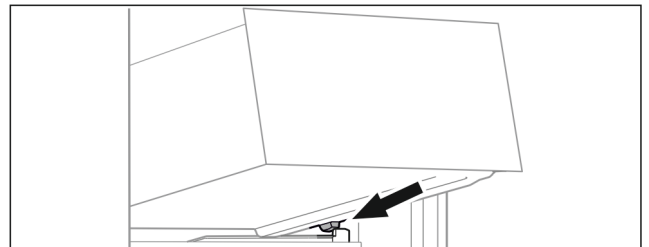

Fig. 85
- ▶ Schubfach schräg hinter den Stoppern auf Behälterrippe aufsetzen. (siehe Fig. 85)